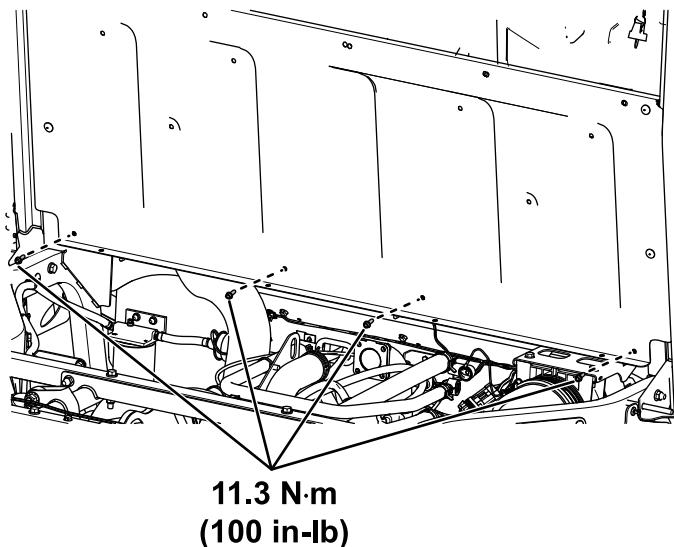

図 46
19. 後フレームクロスリンクチャネルに、シートプレートを取り付ける六角ワッシャヘッドボルト $1/4 \times 3/4$ " 4 本を使用して図 46 のように取り付ける。